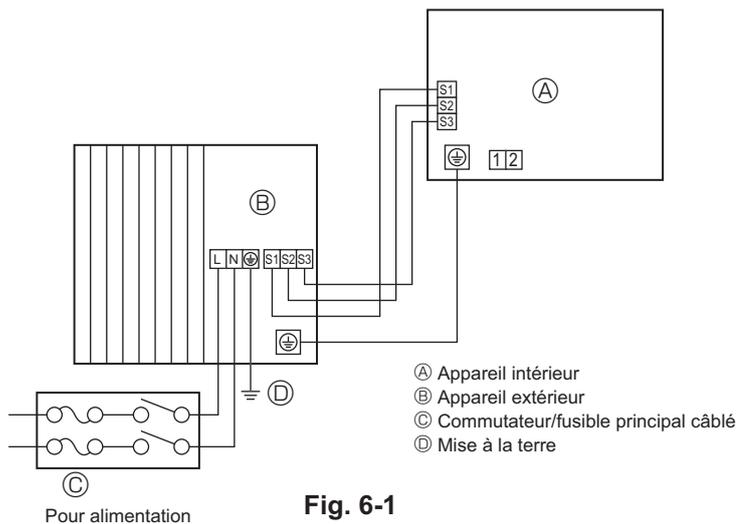
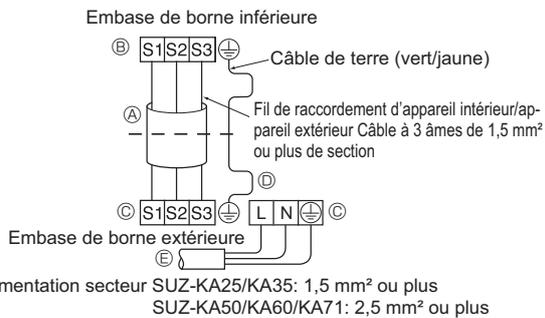
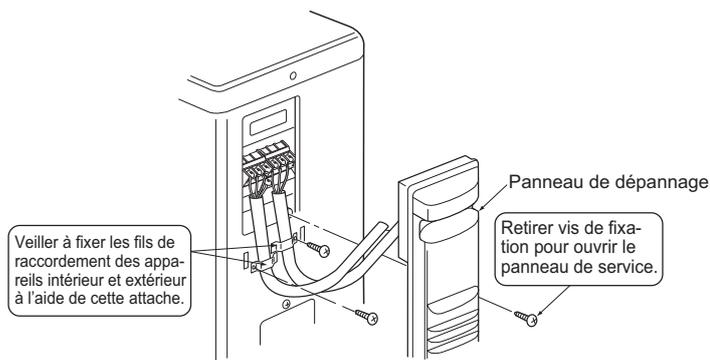
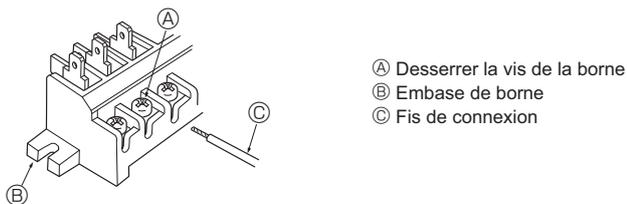

Fig. 6-1
Fig. 6-2
Fig. 6-3
Fig. 6-4
6.1. Appareil extérieur (Fig. 6-1, Fig. 6-2, Fig. 6-3, Fig. 6-4)
- ① Déposez le panneau de service.
- ② Raccordez les câbles conformément aux Fig. 6-1, Fig. 6-2, Fig. 6-3 et Fig. 6-4.
- Effectuez le câblage selon le diagramme en bas et à gauche. (Veuillez vous procurer le câble localement) (Fig. 6-2)
- (A) Câble de connexion
- (B) Embase de borne intérieure
- (C) Embase de borne extérieure
- (D) Posez toujours un câble de mise à la terre plus long que les autres câbles.
- (E) Cordon d'alimentation
- **Faites attention de brancher les fils correctement. (Fig. 6-4)**